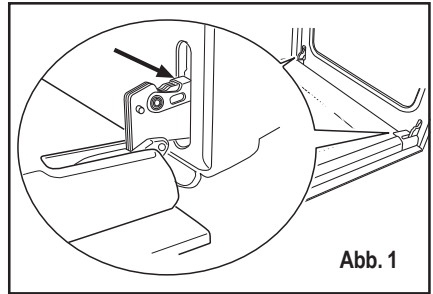

Abb. 1
2. gehen Sie zu den beiden Türscharnieren (Abb. 1);